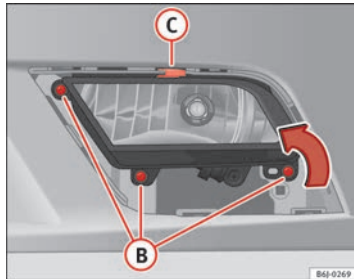

Abb. 154 Nebelscheinwerfer
- Entfernen Sie die Schrauben (3x) ⇒ Abb. 154 (B), um den Nebelscheinwerfer herauszunehmen.
- Ziehen Sie die Metallklammer an der Oberseite des Nebelscheinwerfers zur Außenseite des Fahrzeuges ab ⇒ Abb. 154 (C).